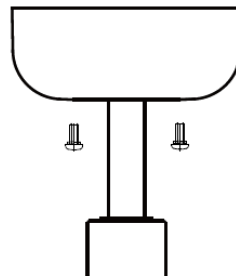

Fig. 9
- Coprire la staffa di supporto con la calotta. Assicurarsi che tutti i fili elettrici siano nascosti all'interno della calotta e che i fili non subiscano danni durante questa operazione. Fissare la calotta alla staffa con le viti fornite (Fig. 9)